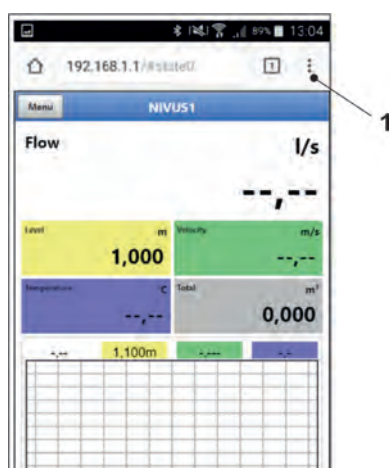

Fig. 29-6 Affichage écran NFM dans le navigateur
7. Entrez dans le champ d'adresse, l'adresse IP « 192.168.1.1 » et ouvrez. Après une connexion réussie, le NivuFlow Mobile s'affiche (Fig. 29-6).
8. Pour configurer un lien sur « L'écran d'accueil » (pour un accès direct) cliquez sur l'icône autres onglets et réglages (Fig. 29-6 n° 1) et sélectionnez « Ajouter à l'écran d'accueil » (Fig. 29-7 n° 1).